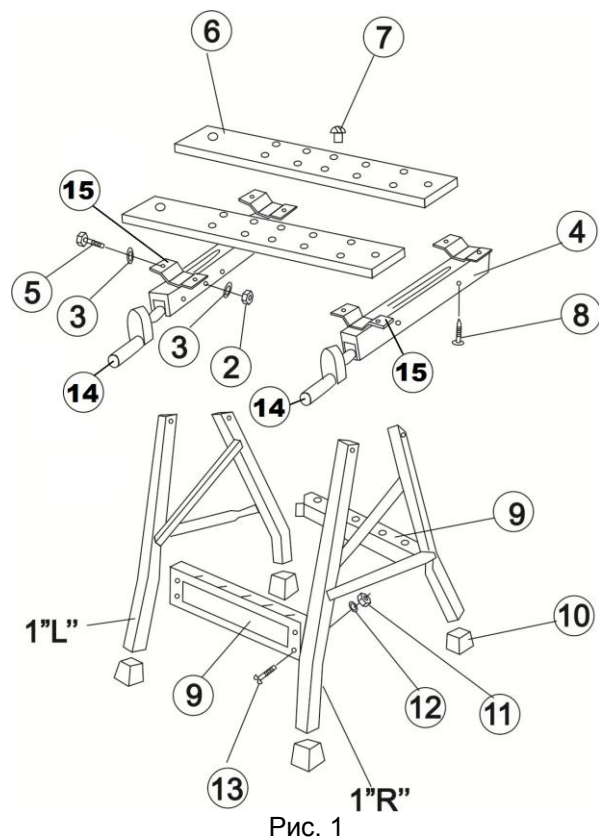

Рис. 1
КОМПЛЕКТНОСТЬ (Рис. 1, 2):
СБОРКА ВЕРСТАКА (Рис. 1, 2)
Используя (детали крепления) винты (13), шайбы (12) и гайки (11), совместив отверстия, закрепите поперечные планки (9) на передних и задних стойках боковых рам (1), Рис. 1.
Примечание: При сборке верстака, как показано на Рис. 1, винты устанавливаются с внешней стороны, а гайки - с внутренней.